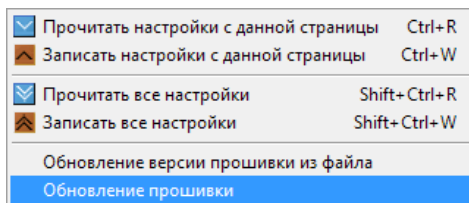

Рисунок 28. Пункты меню «Панель»
- В меню «Панель» выбрать пункт «Обновление прошивки» (рис.28)